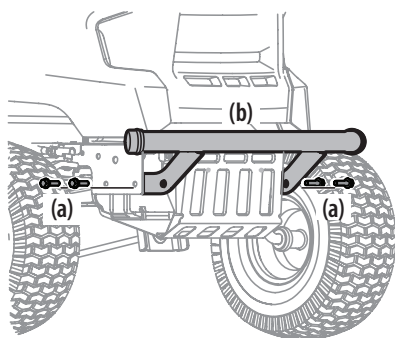

Figura 15
- Coloque los soportes del paragolpes hacia el interior del bastidor del tractor y fíjelos en su lugar con los cuatro tornillos hexagonales con reborde (a). Consulte la Figura 15.